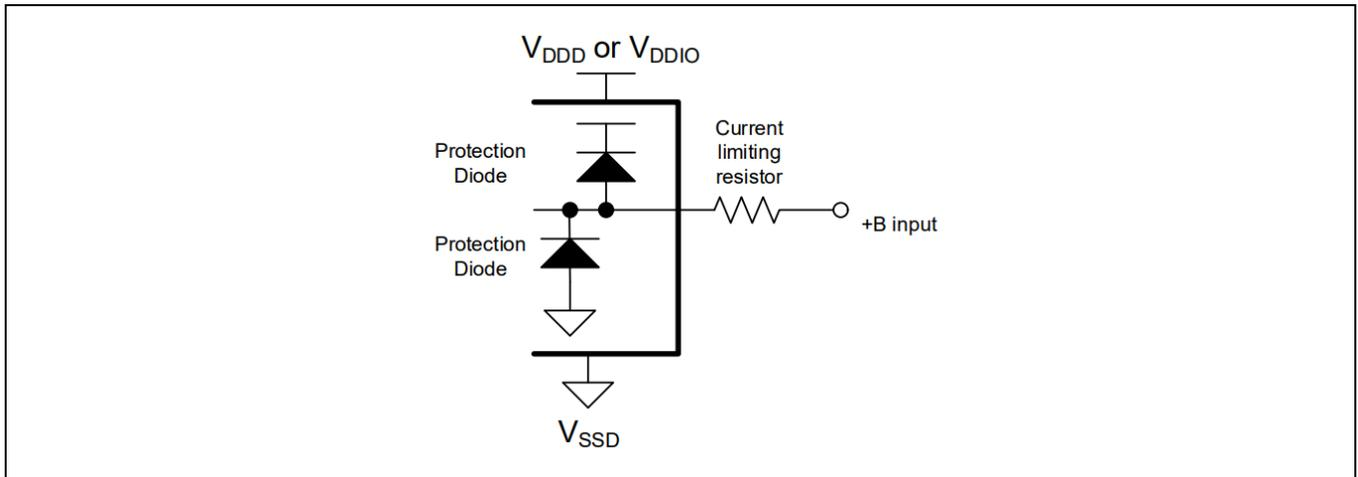

图 15 推荐电路示例[55]
42. 必须设置限流电阻, 确保 I/O 引脚的电流在任何时候 (包括电源瞬变期间) 都不会超过额定值。有关推荐电路的更多信息, 请参见图 15。
42. 必须设置限流电阻，确保 I/O 引脚的电流在任何时候（包括电源瞬变期间）都不会超过额定值。有关推荐电路的更多信息，请参见图 15。